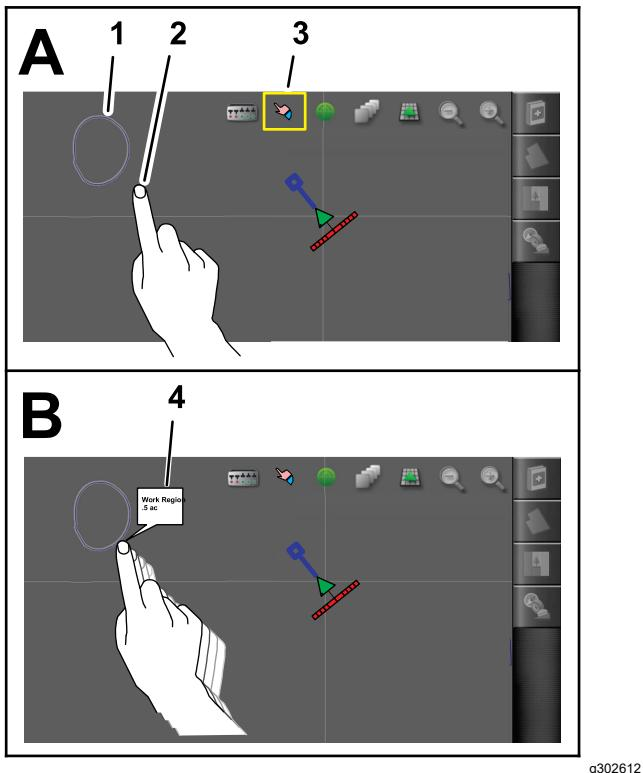

Figure 56
- Après avoir créé une limite, posez le doigt sur l'écran de la console de commande, près de la ligne de délimitation, jusqu'à ce que l'icône de sélection de limite s'allume, puis faites glisser votre doigt jusqu'à la ligne de délimitation (Figure 56).